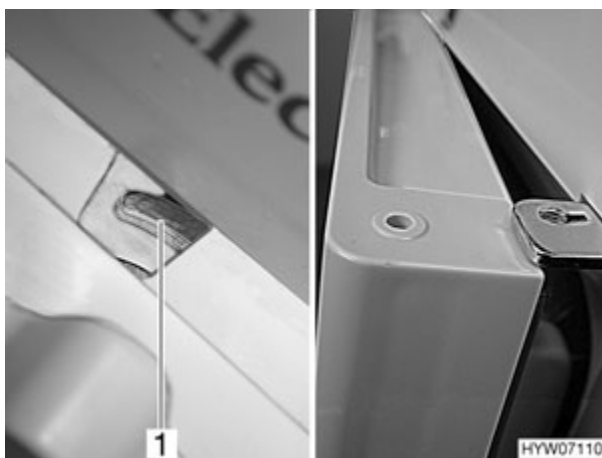

Fig. 129 Porte du réfrigérateur/du compartiment congélation en position de ventilation (variante 5)
- Pousser le dispositif de verrouillage complètement vers la droite. La porte du réfrigérateur est fixée à l'aide de l'arrêt de porte (Fig. 129,1). La porte du réfrigérateur reste ainsi légèrement ouverte (Fig. 129).